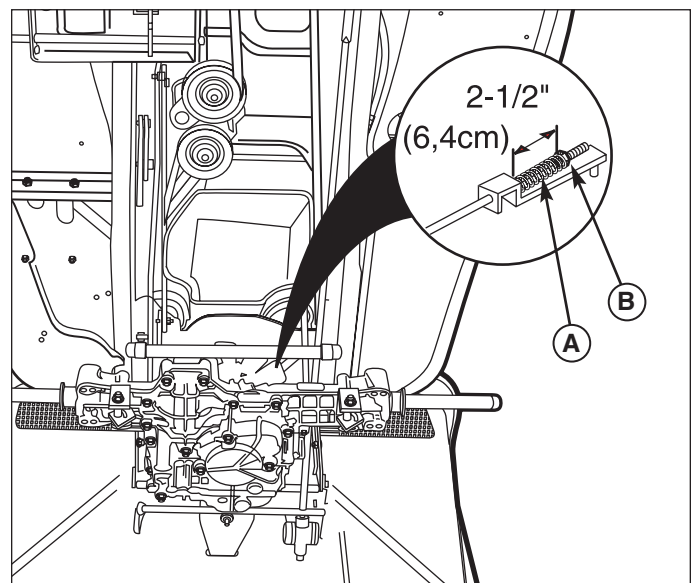

Figure 29. Réglage Du Frein
3. Localiser le ressort de frein (A, Figure 29) et l'écrou de réglage (B).
Si le ressort ne se trouve pas dans cette plage, faire tourner l'écrou de réglage (B, Figure 29) pour comprimer ou relâcher le ressort.